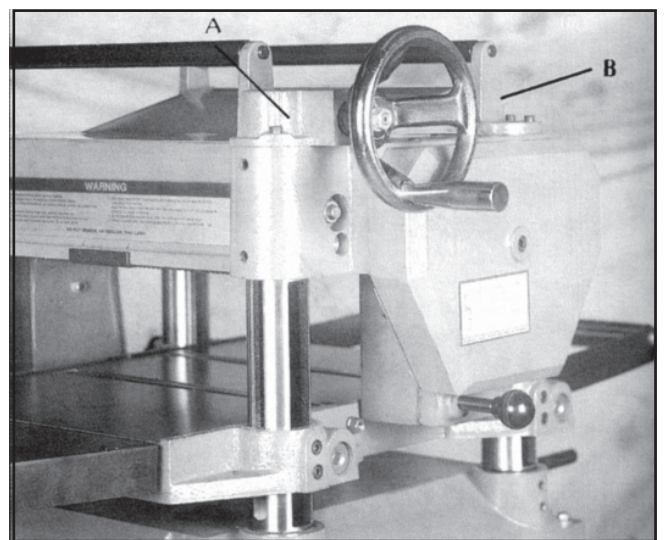
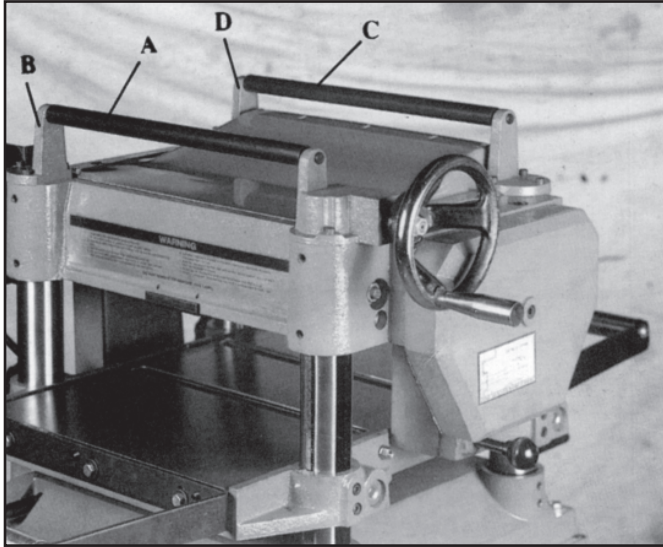

Figura 3
Figura 4
2. Instale la caja de engrane de gusano (A, Figura 3) en la esquina superior derecha de la máquina con tres tornillos M6x20.
3. Instale la base de los rodillos (B, Figura 3) en la parte superior derecha de la máquina con tres tornillos M6x20.
- Deslice el extremo del rodillo (A, Figura 4) dentro de la caja de engrane de gusano, deslice el otro extremo del rodillo en la otra base del rodillo (B, Figura 4), e instale la base del rodillo en la parte superior izquierda del frente de la máquina con tres tornillos M6x20.
- Deslice el segundo rodillo (C, Figura 4) dentro de la base de rodillos (B, Figura 3), deslice la base del rodillo restante (D, Figura 4) sobre el rodillo, e instale la base de rodillos a la parte superior izquierda de la máquina con tres tornillos M6x20.